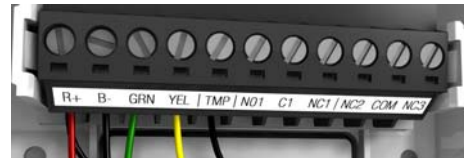

Figure 3 : Câblage Digiplex
- Branchez les fils d'alimentation 12 VCC (rouge et noir) aux bornes adéquates. Branchez les fils du bus de communication Digiplex EVO aux bornes green (vert) et yellow (jaune) (voir Figure 3).